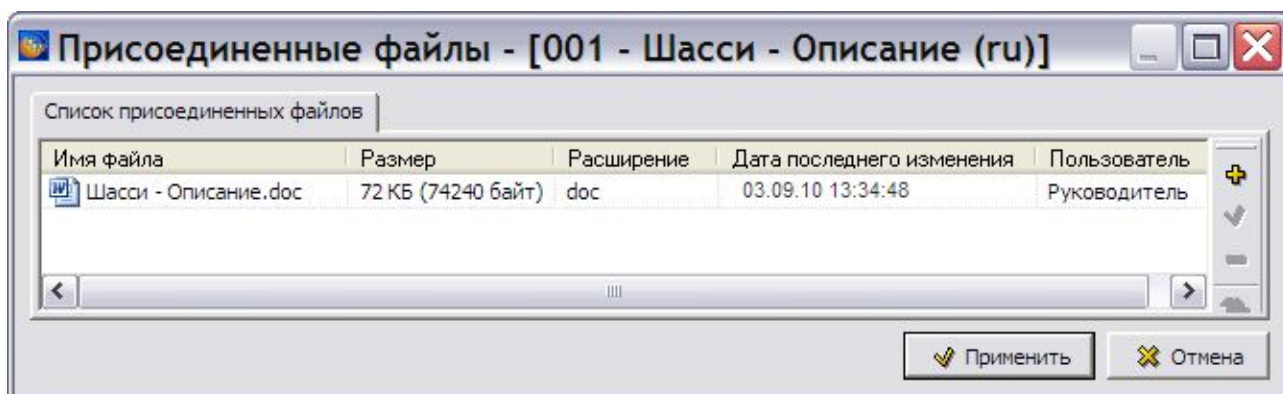

Рис. 3.8
3. Нажмите кнопку **Добавить** . В окне **Выберите присоединяемый файл** выберите файл и нажмите на кнопку **Открыть**. После этого название выбранного файла появится в окне **Присоединенные файлы**. После выделения названия файла станут доступны инструменты панели управления (Рис. 3.8).